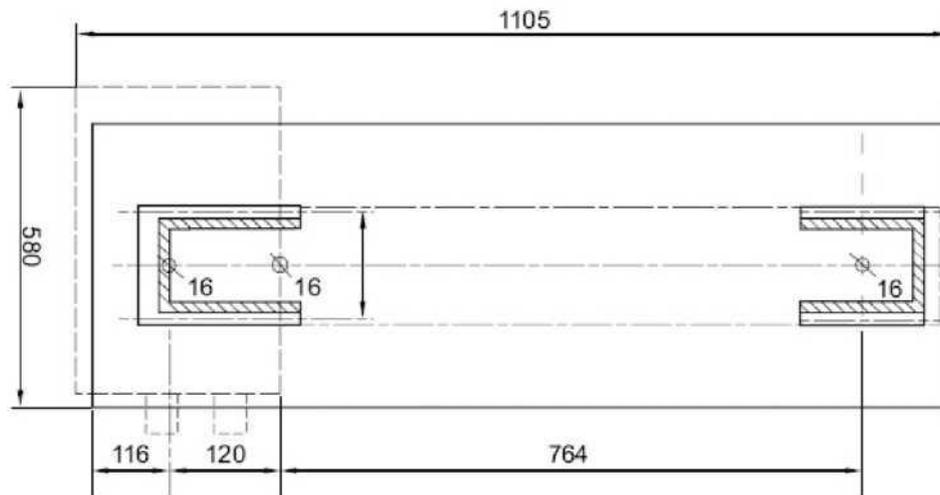

Рисунок 11
9.1.6. Закрепите станок, учитывая размеры его основания (см. рисунок 11).